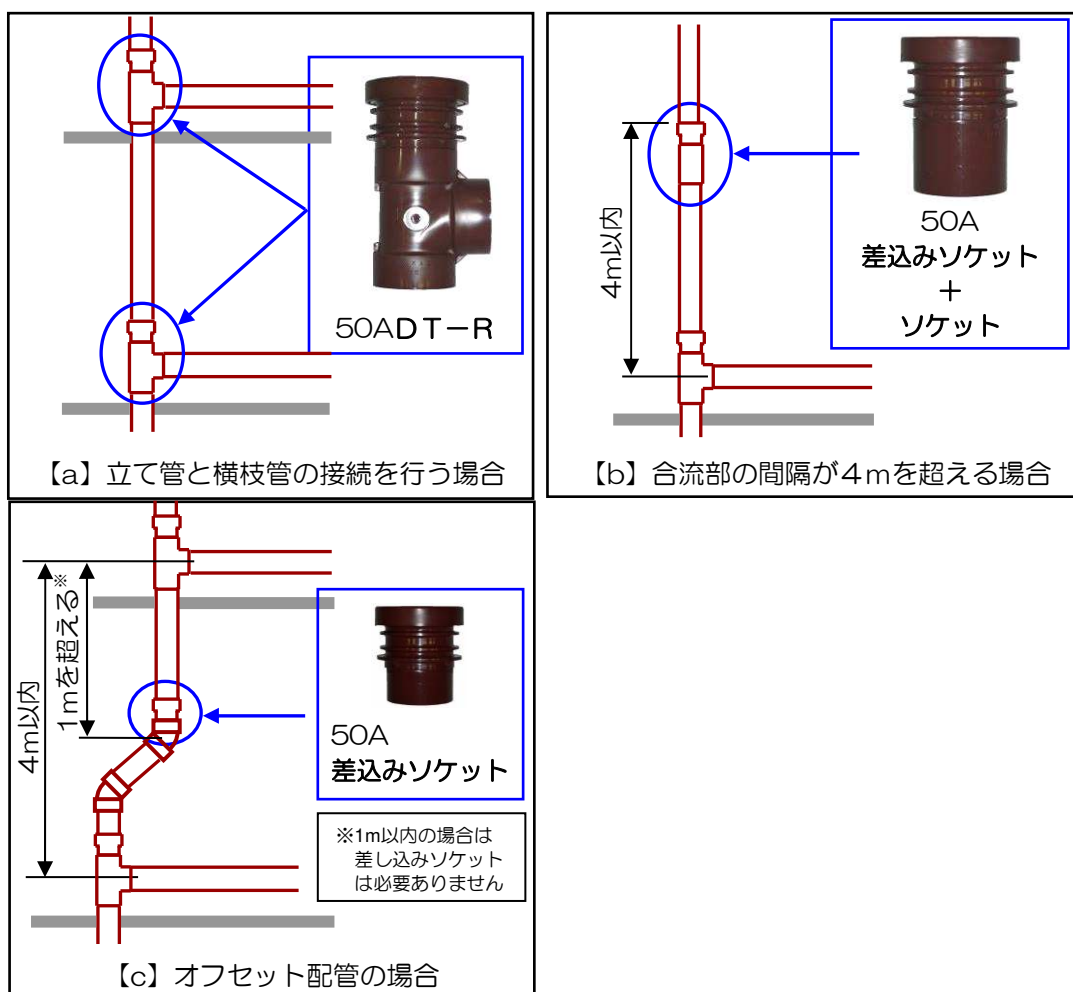

図6.1 立管の伸縮処理方法
- ・立て管と横枝管の接続には必ず伸縮処理機能付きのDT-R継手をご使用ください。（図6.1(a)）
- ・合流部の間隔が4mを超える場合、4m以内毎に必ず差込みソケットを設置してください。（図6.1(b)）
- ・オフセット配管を行う場合、1つ上階の合流部からオフセット上部の継手までの距離が1mを超える際には差込みソケットを設置してください（図6.1(c)）。
- 中間部に差込みソケットを使用する場合は、必ず差込みソケット部の固定支持を行ってください。また、直管の中央付近に1か所の振れ止め支持を行ってください。（図6.1(b)）
- オフセット配管の場合は、オフセットの位置に応じて適切な支持を行ってください（図6.1(c, d)）。